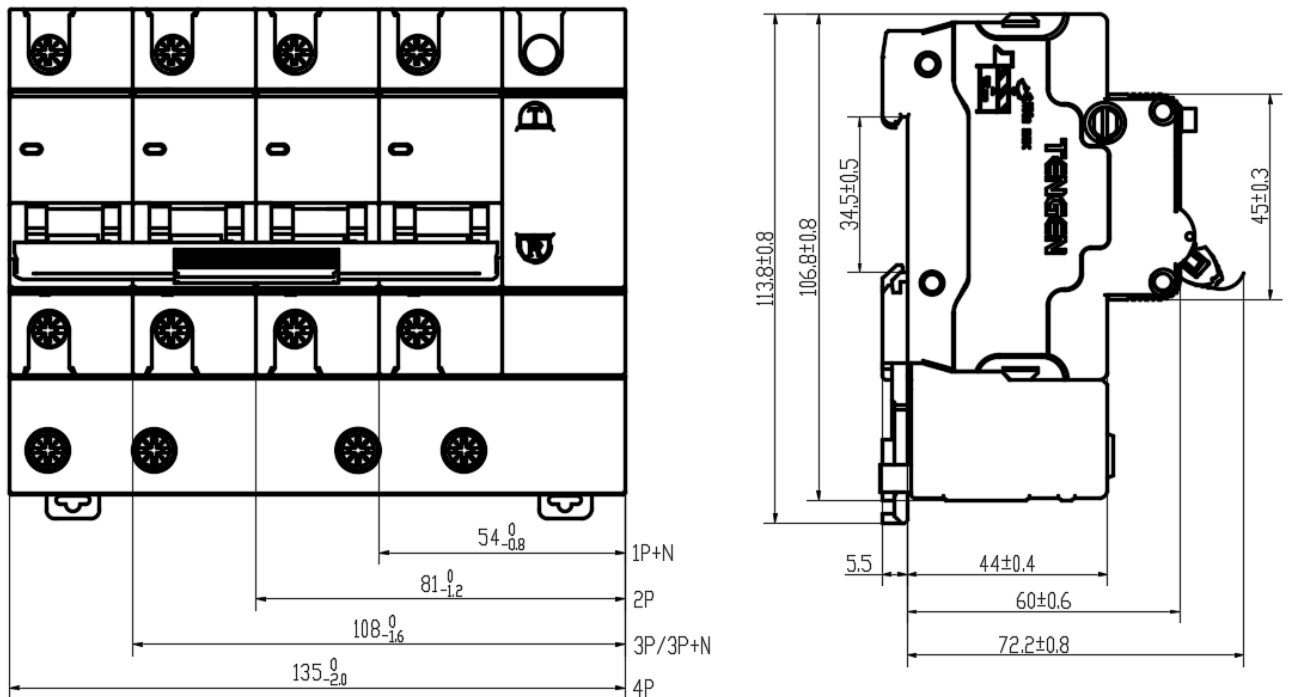

图2 外形及安装尺寸图
(2) 正常的安装条件(外形及安装尺寸见附图2)
(3) 正常的贮存条件